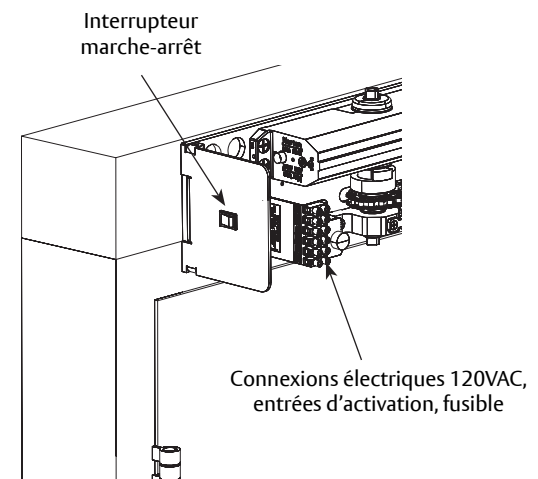

Figure 17
3. Mettre l'opérateur sous tension à l'aide de l'interrupteur marche/arrêt. (Figure 17)